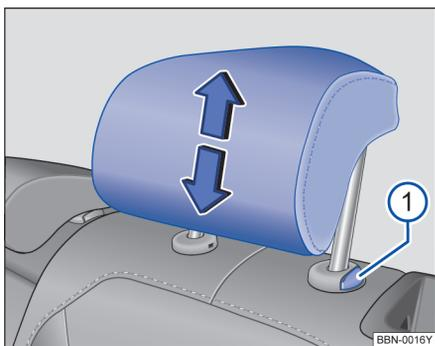

图 68 调整后排头枕
- 按住按钮→图 68①，同时沿箭头方向上推或下压头枕即可将头枕调整至合适高度。